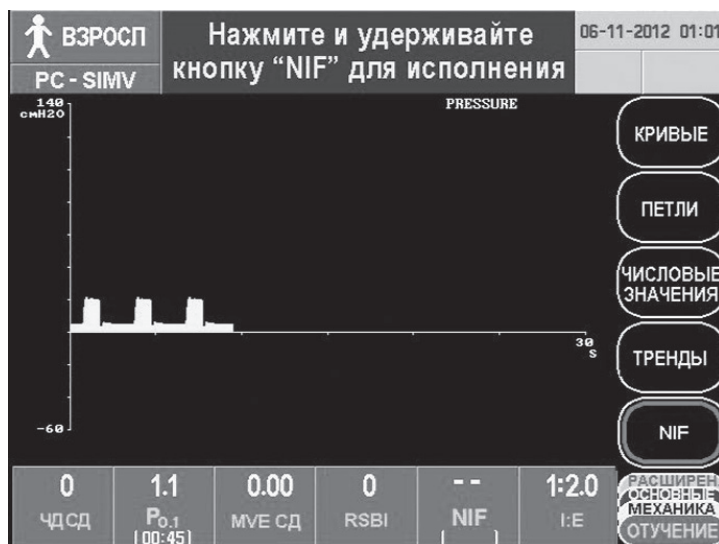

Рис. 4-5. На главном экране показано расположение кнопки *NIF*
3. Нажмите *NIF* для включения функции. Экран сменится главным экраном с отображенной кривой давления. (См. рис. 4-5)